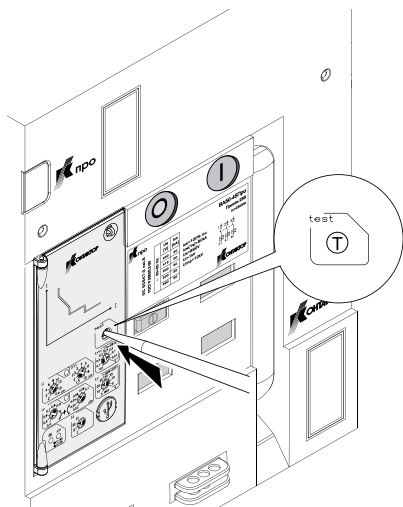

Рисунок 22. Кнопка проверки работоспособности электронного расцепителя
2.4.6.4 В правой части лицевой панели электронного расцепителя тока (см. рисунок 22) расположена кнопка проверки работоспособности выключателя и электронного расцепителя.